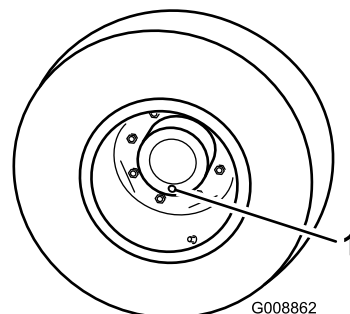

図 105
1. 平らな場所で、点検プラグが一番低い位置時計の 6 時の位置に来るように停止させる 図 105。